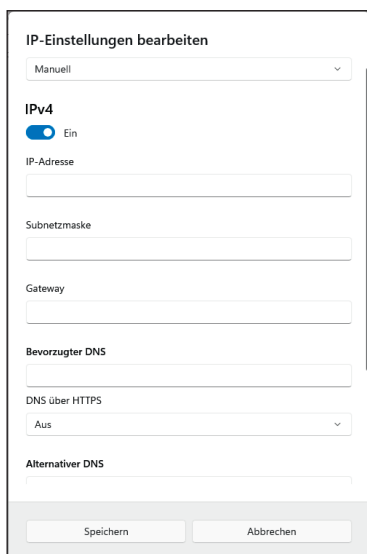

Abb. 5-10: Windows 11: Dialog **IP-Eigenschaften bearbeiten**, vollständige Einstellungsoptionen
- ☞ Nehmen Sie die erforderlichen Einstellungen vor (IP-Adresse usw.) und klicken Sie dann auf **Speichern** (Abb. 5-10).